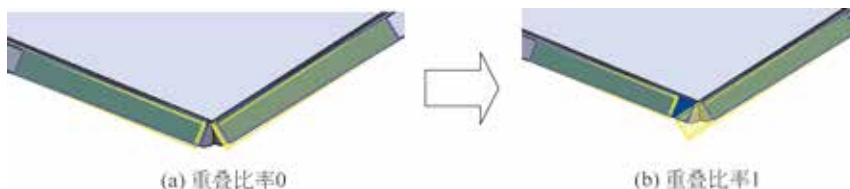

图 5.203 重叠比率
-  文本框：只有在选中  或者  后才可用，它可以用来调整延伸面与参照面之间的重叠厚度，输入值的范围为 0~1，输入不同值的效果如图 5.203 所示。